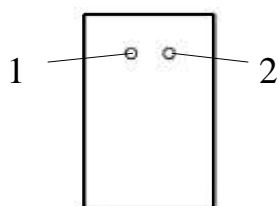

Рисунок 2. Верхняя панель адаптера
1.9.4 На верхней панели адаптера расположены фотоприемник и индикатор включения сети (см рисунок 2):